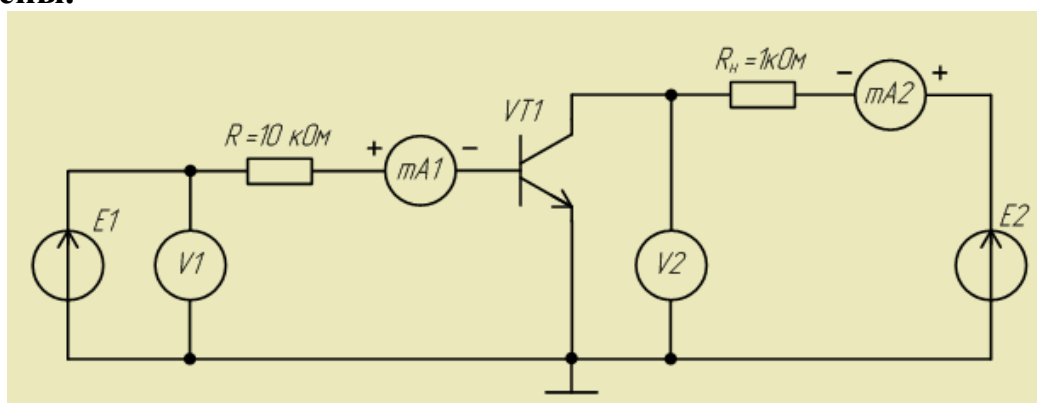

Рисунок 18 - Принципиальная схема усилителя на транзисторе с общим эмиттером
4.6.1 Собрать схему усилителя на транзисторе (рисунок 18). При этом проводники, подключённые к источникам **E1** и **E2** должны быть временно отсоединены.